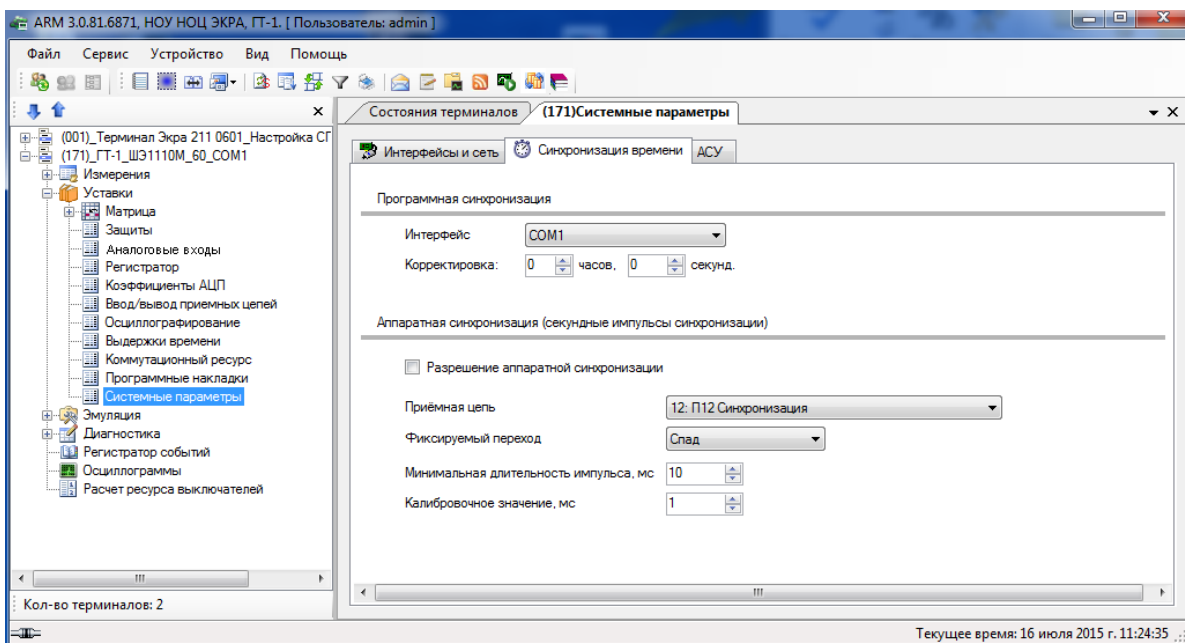

Рисунок 2.66
2.6.10.1.2 Вкладка Синхронизация времени (см. рисунок 2.66)